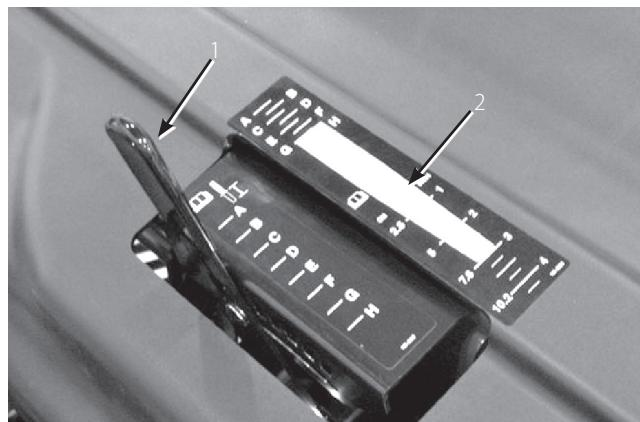

図 28
- タインの打ち込み深さチャート(図28)の、希望する打ち込み深さの位置に、タインの端を合わせてみる。